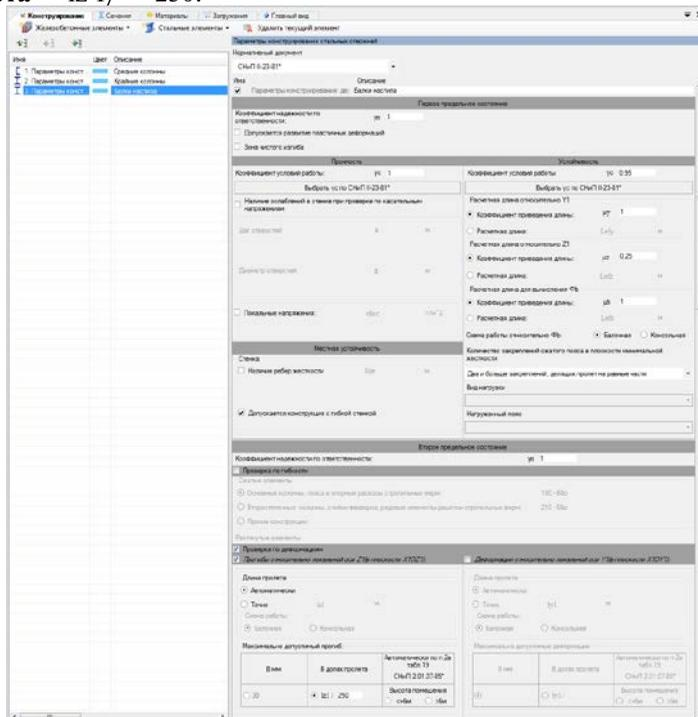

Рис. 153. Редактор параметров конструирования для балок настила
- В разделе **Первое предельное состояние** задайте (рис. 153): коэффициент надежности по ответственности  $\gamma_n = 1$ ; коэффициент условий работы по прочности  $\gamma_c = 1$ ; коэффициент условий работы по устойчивости  $\gamma_s = 0.95$ ; коэффициент приведения длины относительно  $Y1$ ,  $\mu_y = 1$ ; коэффициент приведения длины относительно  $Z1$ ,  $\mu_z = 0.25$ ; коэффициент приведения длины относительно  $\Phi_b$ ,  $\mu_b = 1$ ; схема работы относительно  $\Phi_b$  — балочная, Количество закреплений сжатого пояса в плоскости минимальной жесткости — **Два и больше закреплений**, делящих пролет на равные части.